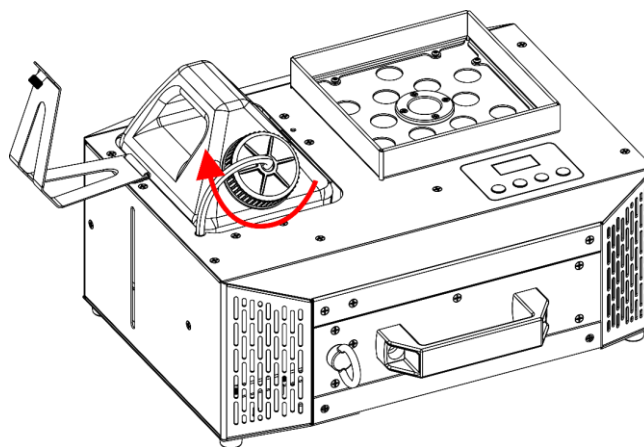

Fig. 45
- 10) Schroef het deksel weer op de vloeistoftank, zoals getoond in Fig. 45.